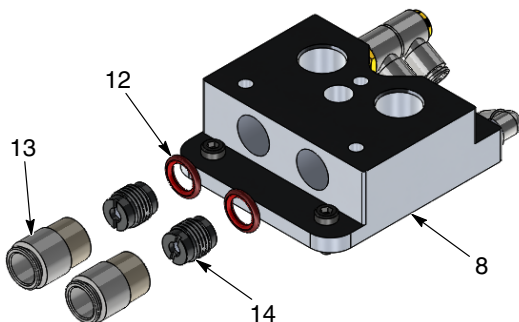

Figura 7 Demontarea blocului intermediar
6. Vezi Figura 7. Scoateți două fittinguri (14) de la fiecare bloc intermediar (8).
7. Vezi Figura 7. Scoateți două supape de control (14) de la fiecare bloc intermediar (8). Folosiți un deget pentru a scoate cele două inele de etanșare (12) de la blocul intermediar.
**NOTĂ:** Figura 7 arată doar două din cele patru fittinguri și supape de control care trebuie scoase.
Vezi Figura 7.